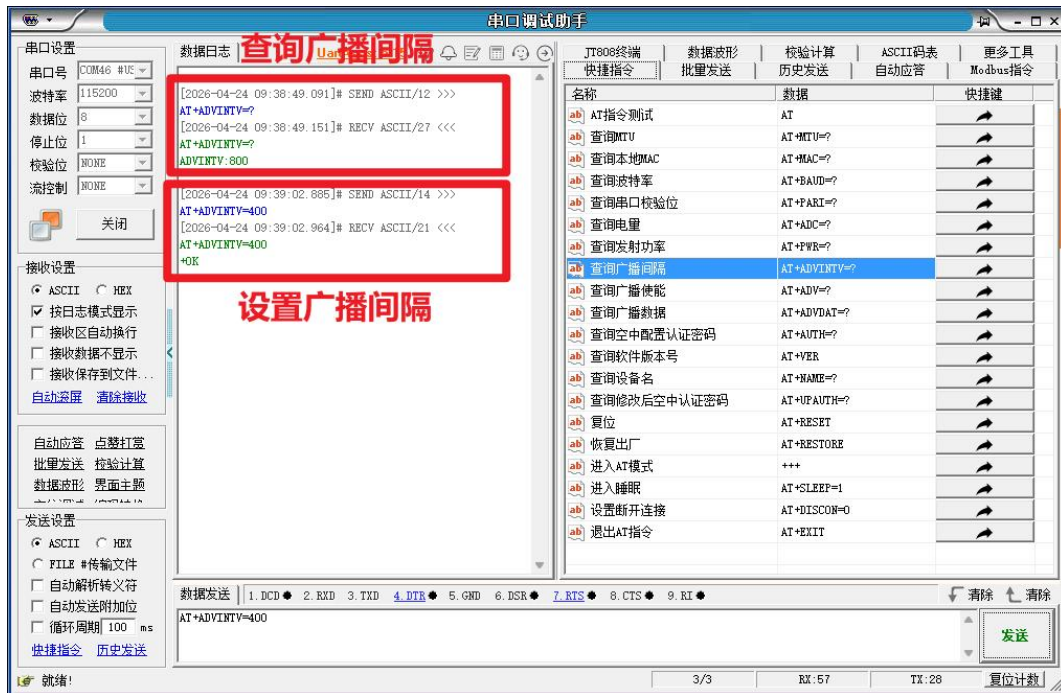

图 7.2
4、示例：如图 7.2 所示，串口修改广播间隔时间为 250ms（对应值为 400）。